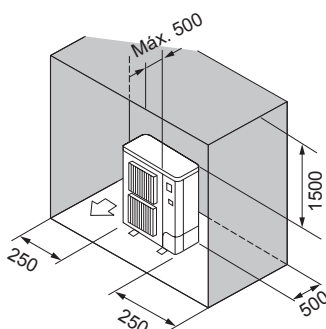

Fig. 2-11
- ⑥ Obstáculos apenas na parte de trás, nos lados e por cima (Fig. 2-11)